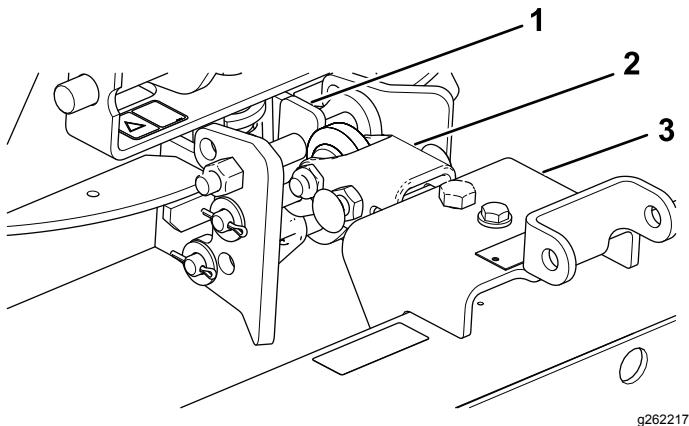

Bild 10
1. Montieren Sie die Anhängervorrichtung so, dass die flache Seite oben liegt (Bild 10).
2. Montieren Sie die Deichsel an der Unterseite des Hängeprofils (Bild 10).